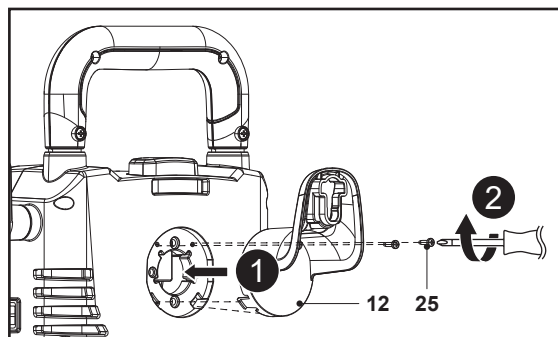

Fig. 2a
2. Introdu cele două cleme ale suportului pentru furtunul cu presiune (12) în fantele de pe bază și aliniază găurile de montare de pe ele, apoi folosește o șurubelniță cu cap în cruce adecvată (nefurnizată) pentru a strânge conexiunea cu cele două șuruburi (ST3,5 x 13) (25) (fig. 2a).